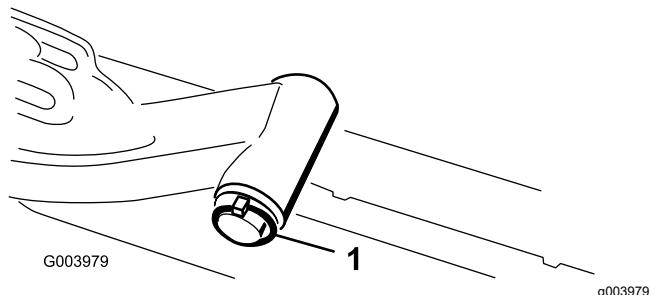

Figura 11
3. Inserite l'albero del braccio di sollevamento nel braccio di sollevamento, e fissatelo con la rondella e l'acciarino (Figura 11).
1. Togliete l'acciarino e la rondella che fissano l'albero di articolazione al braccio di sollevamento, ed estraete l'albero dal braccio di sollevamento (Figura 11).